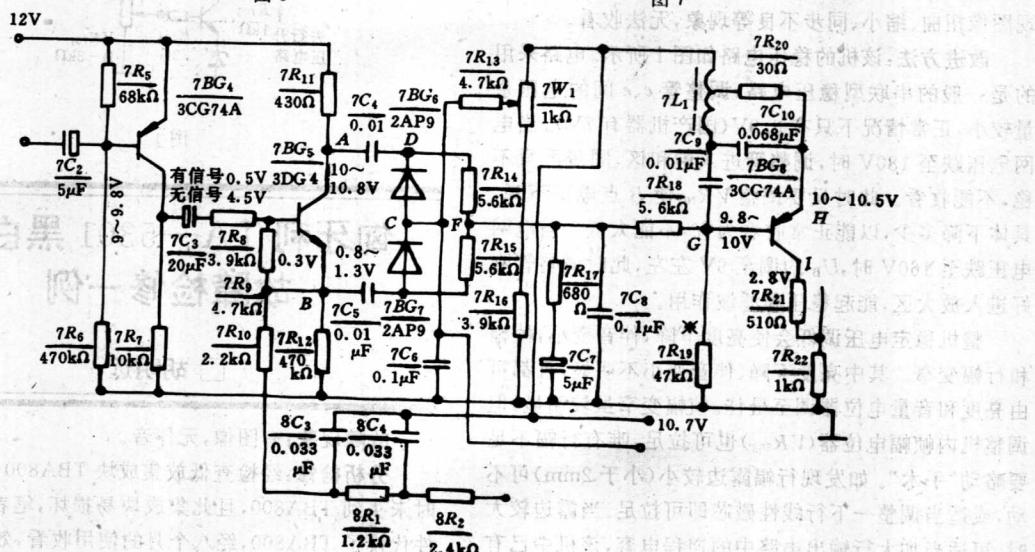

图 6
常数滤波器—— $7R_{17}, 7C_7, R'$ ($7R_{17}$ 为 680Ω , $7C_7$ 为 $5\mu F$, R 为鉴相器的输出阻抗)。在这个滤波器中当 $7R_{17}$ 增加时, 噪音通频带就会加宽。但对行引入范围是有好处的, 这是矛盾的统一体。所以电阻 $7R_{17}$ 应选取一个最佳值或因地制宜, 在远离电视台的收看区, 电阻选小些, 临近电视台时选大一些的 (AFC 系统与行振荡电路参见图 6)。 $7R_{17}$ 一般选 680Ω 至 $1.5M\Omega$ 之间为最佳; (2) 行振荡器的波形占空比发生了变化, 下峰加宽了。正常状态下, 下峰宽度为 $18\sim 22$ 微秒之间, 当增加到 24 微秒左右后, 易出现扭刺干扰, 这时可以将 $7BG_8$ (3CG74A) 的 β 值选小一些, 将 $7BG_8$ 的 $47k\Omega$ 基极偏置电阻增大一点 $0.068\mu F$ 的电容减小一点都可以。